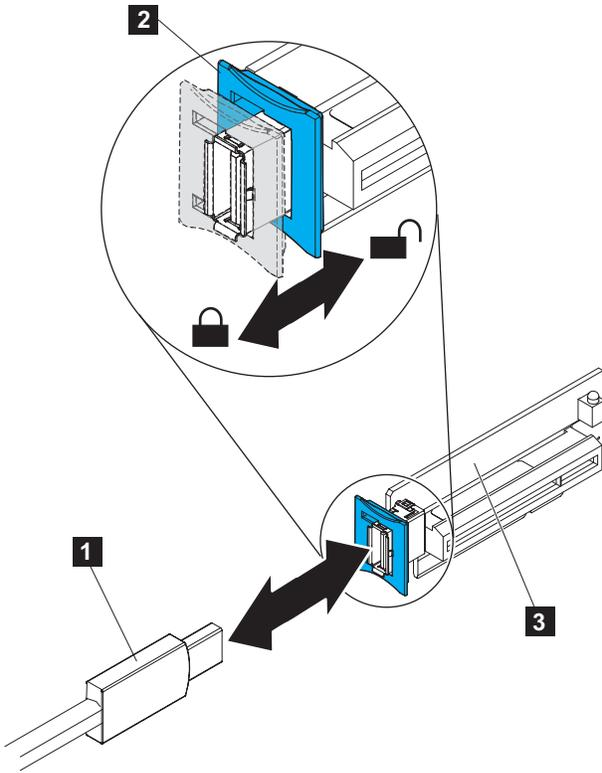

図 76. USB ライザー・カード上の USB サービス・コントローラーのケーブル・コネクタ
- c. 青色ロック・バー (104 ページの図 76 の **2**) をつかみ、USB ライザー・カード・アセンブリー (**3**) の方向にスライドさせてアンロック位置にし、コネクタから USB ケーブル (**1**) を取り外します。
- b. USB サービス・コントローラー・ケーブル（図 76 の **1**）を USB ライザー・カード・アセンブリ（**3**）のコネクタに位置合わせし、しっかり収まるまでコネクタに押し込みます。